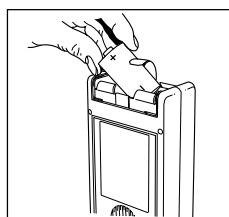

Abb. 20
- Neue Batterie über die Entnahmelasche einlegen (auf richtige Einbaulage achten, siehe Abb. 20).